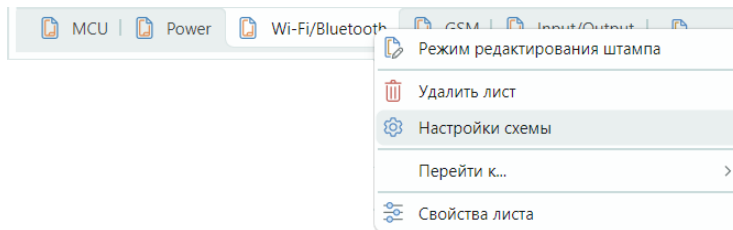

Рис. 8 Переход к настройкам схемы
- Нажмите на символ «Настройки схемы», который расположен на панели инструментов в правом нижнем углу окна документа или воспользуйтесь контекстным меню вкладки листа, см. Рис. 8.